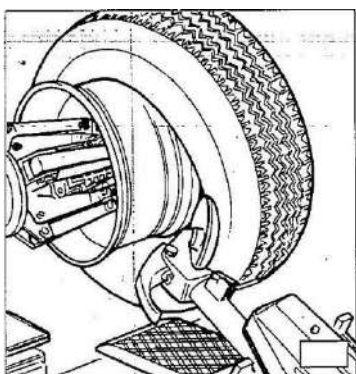

Рисунок 18
- 1) Если шина стандартная, то после того, как борта будут сняты с их посадочных мест, используйте ДИСК, надавливая им на внутреннюю плоскость шины, пока оба борта не сойдут с обода (см. Рисунок 18).